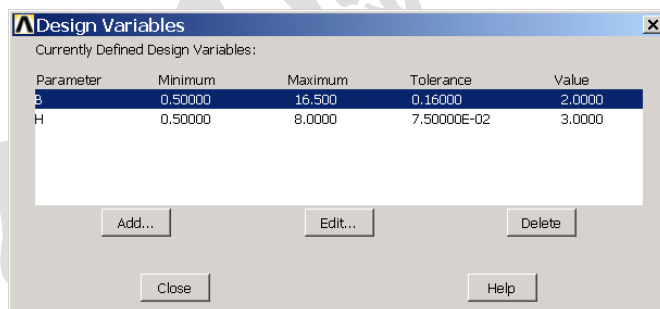

图12.9 定义完成的设计变量
(3) 接着按同样的方法，声明另一个设计变量【H】，定义截面高度【H】的下限为【0.5】，上限为【8】。完成后，可以看到定义设计变量的结果如图 12.9 所示。单击 **Edit...** 按钮可以修改设计变量，单击 **Delete** 按钮可以删除设计变量。